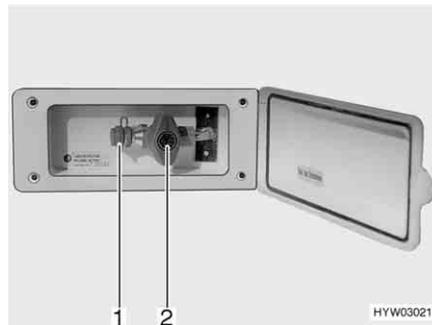

Fig. 148 Raccordement externe de gaz avec robinet d'arrêt de gaz fermé
Le raccordement externe de gaz (Fig. 148) se trouve, selon les modèles, à l'arrière ou sur le côté gauche ou droit du véhicule.
- Raccorder l'appareil à gaz externe sur le raccord (Fig. 148,1).
- Ouvrir le robinet d'arrêt de gaz (Fig. 148,2).